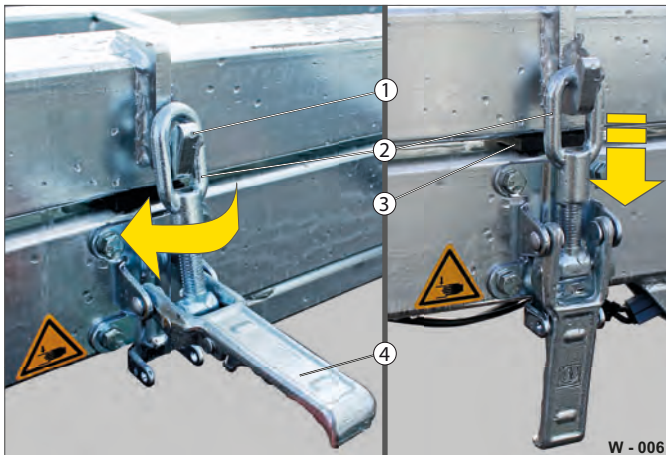

Abb. 6 Exzenterverschlüsse einstellen
- Drehen Sie die Öse (Abb. 6/2) ein paar Gewindegänge ein.
- Schließen Sie den Verschluss: Hebel (Abb. 6/4) muss verriegelt sein.